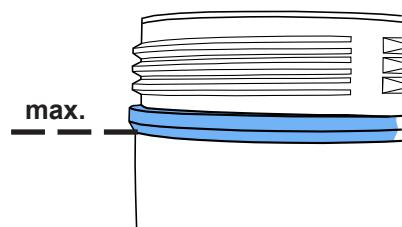

Abb. 7
- ⇒ Strahltank durch Drücken des Entlüftungsventils (5) vollständig entlüften.
- ⇒ Tankdeckel abschrauben (4). (Lässt sich der Tankdeckel nicht lösen, ist noch Druck im Strahltank vorhanden >> Entlüftungsventil erneut betätigen!)
- ⇒ Strahlmittel nur bis zur max. Füllhöhe einfüllen (Abb. 7) (Verdickung des Tankmantels unterhalb des Gewindes).